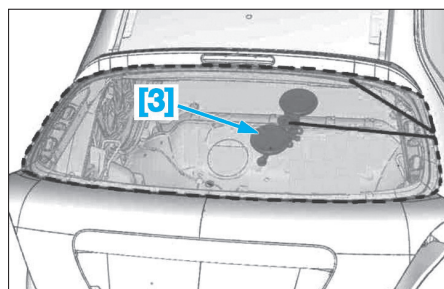

FIG. 33
- Accrocher la corde à un outil (3) où équivalent (Fig.33).